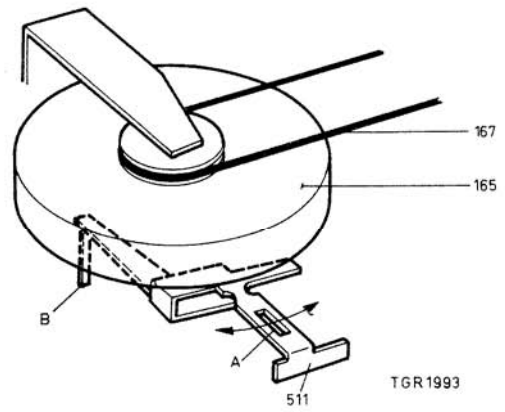

Fig. 13
Instelling van het "Pauze"-mechanisme, zie fig. 13
N.B. De drukrol pos. 107 en tussenwiel pos. 184 moeten bij het overschakelen vanuit de stand "pauze" naar de stand "weergave" gelijktijdig tegen de toonas respectievelijk tegen de rechter spoelschotel gedrukt worden. Eventueel mag het tussenwiel iets eerder contact maken. Dit is in te stellen door lip B van beugel pos. 511 te verbuigen, zie fig. 13.